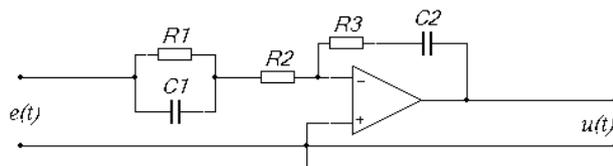

Рис. 2
2. Выбрать операционный усилитель и реализовать ПИД-регулятор по схеме на рис. 2: